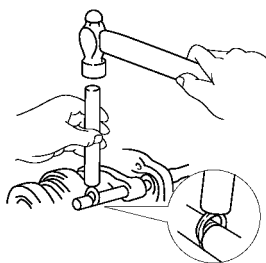

图 10-40 用铜棒和锤子敲入弹簧卡环
(17) 安装换挡叉轴的弹簧卡环。使用铜棒和锤子敲入弹簧卡环，如图 10-40 所示。